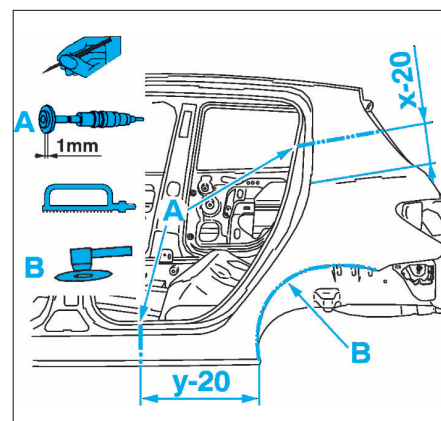

FIG. 101
- Tracer, découper et dépointer selon (Fig.101 à 105).